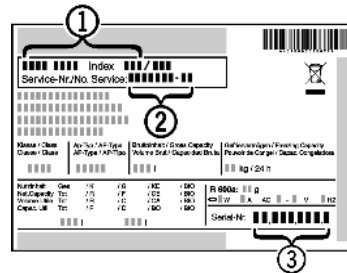

Fig. 35
- ▶ Consulter la désignation de l'appareil Fig. 35 (1), le N° de service Fig. 35 (2) et le N° de série Fig. 35 (3) sur la plaque signalétique. La plaque signalétique se trouve à l'intérieur de l'appareil, sur le côté gauche.